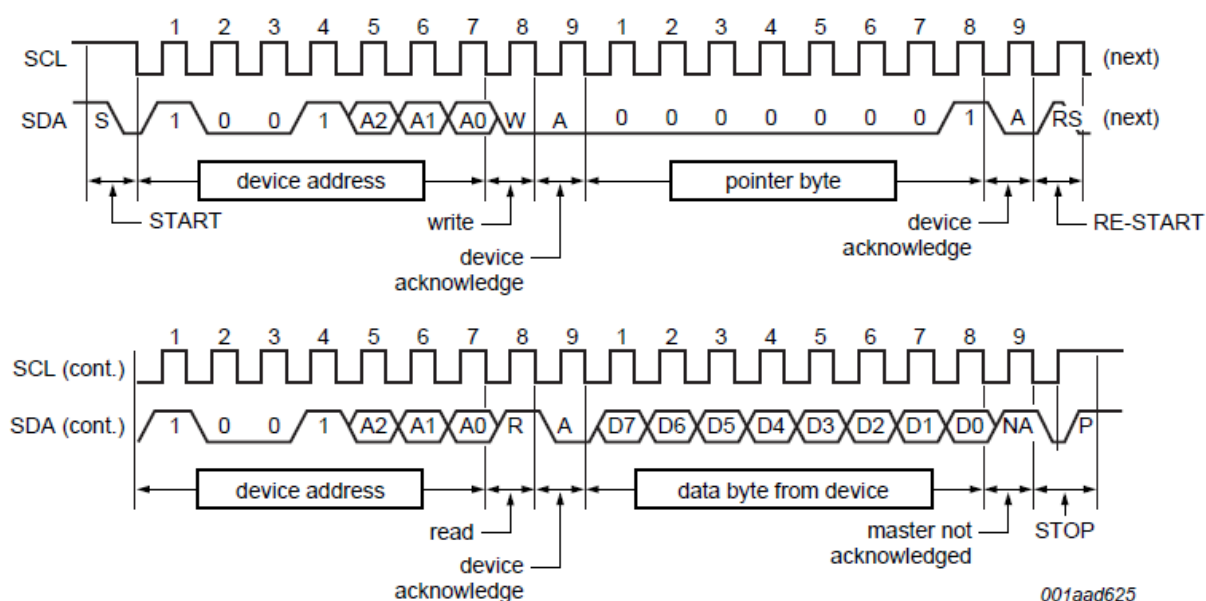
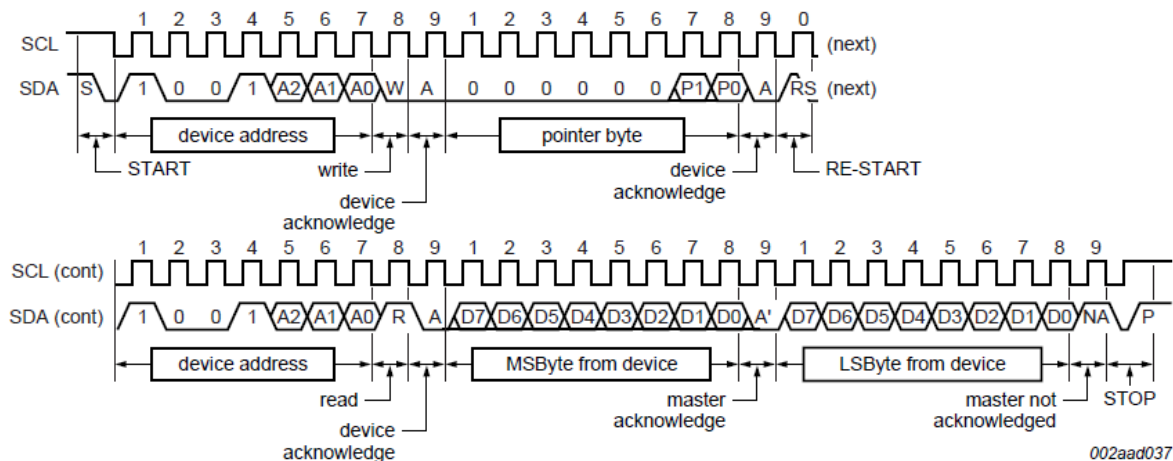

Рисунок 2.5 – Чтение регистра настроек
Рисунок 2.7 – Запись регистра температуры
Для чтения регистра настроек необходимо передать адрес устройства и адрес регистра настроек. После сигнала RS (Restart) снова передать адрес устройства, но уже с командой чтения (R). Ведомое устройство при совпадении адреса передаст ведущему значения регистра настроек (рис. 2.5). Ведущее устройство после приема значения отправляет сигнал NACK, чтобы ведомое не повторяло передачу этого значения.
Для чтения значения температуры необходимо выполнить процедуру, аналогичную для чтения регистра настроек (рис. 2.5), только читать необходимо 2 байта, вместо одного (рис. 2.7).